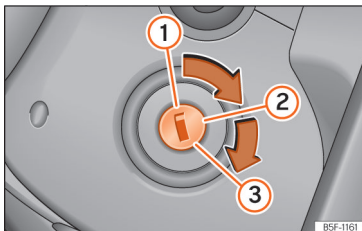

Abb. 254 Positionen des Zündschlüssels
Positionen des Schlüssels »» **Abb. 254**
- Drehen Sie den Zündschlüssel in Stellung » » **Abb. 254 ②**. Dieselfahrzeuge werden vorgeglüht .
- Drehen Sie den Zündschlüssel weiter in die Stellung » » **Abb. 254 ③** ohne Gas zu geben.
- Wenn der Motor anspringt, Zündschlüssel loslassen. Beim Loslassen geht der Fahrzeugschlüssel in die Position **②** zurück.
- *Fahrzeuge mit Zündschloss:* Drehen Sie den Zündschlüssel in Stellung » » Abb. 254 ①.